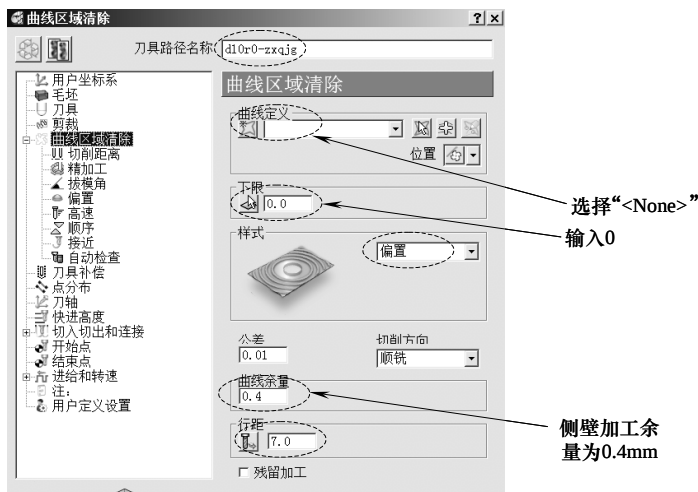

图 3-65 设置主型腔加工刀具路径参数
1) 计算主型腔开粗和底平面精加工刀具路径：在 PowerMILL “综合”工具栏中，单击“刀具路径策略”按钮，打开“策略选取器”表格，选择“2.5 维区域清除”选项，在该选项卡中选择“二维曲线区域清除”，单击“接受”按钮，打开“曲线区域清除”对话框，按图 3-65 所示设置参数。